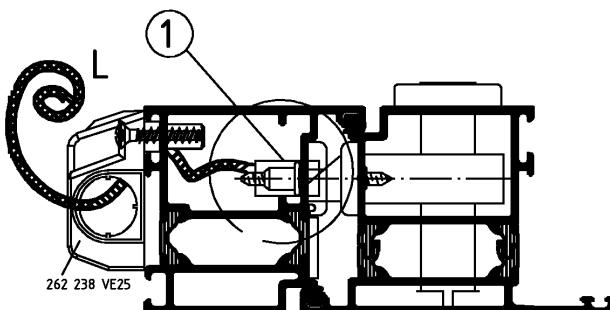

Bild 6. Riegelschaltkontakt (1) und Anschlussdose (A) fertig montiert
- Montieren Sie den Hebeleinsatz am Schließblech und bohren Sie in etwa auf Höhe des Riegelschaltkontakte die Leitungsauslassbohrung $\varnothing 12\text{mm}$. (Bild 6)
Um Beschädigungen der Leitung durch z.B. Mauerdübel zu vermeiden, verlässt die Leitung auf Höhe des Riegelschaltkontakte den Blendrahmen. Bohren Sie deshalb die Leitungsauslassbohrung auf gleicher Höhe. (Bild 6)
- Der Riegelschaltkontakt ist fertig eingebaut und mit dem Beispiel einer Anschlussdose (A) dargestellt. (Bild 6) Die Anschlussdose (A) ermöglicht ein bauseitiges Anschließen eines Leerrohrs M20 und somit eine einwandfreie Leitungsführung .